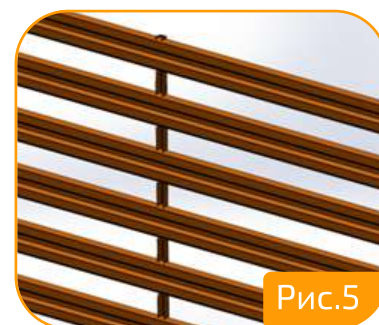

Рис.5
5. Планку опорную промежуточную стойки М-110 30x2000мм (1 шт) разместить по центру секции на посадочные места, слегка сдвигая по торцам штакетник. (Рис.5).